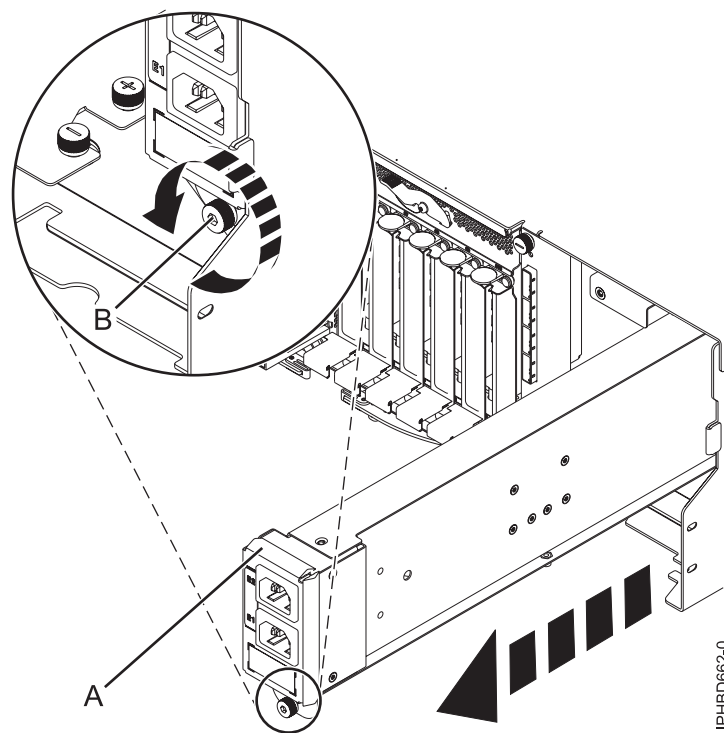

Figure 27. Retrait d'un répartiteur de puissance en entrée
8. Desserrez la vis moletée (**B**) située sur le répartiteur de puissance en entrée. Retirez ensuite le répartiteur de l'unité d'extension comme illustré à la figure 27, à la page 29.